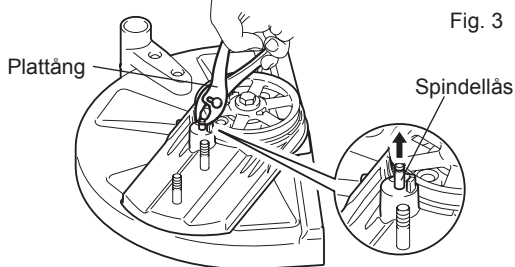

Fig. 3
- (4) Ta upp spindellåset med en skårad skruvmejsel eller en plattång. (Fig. 3)